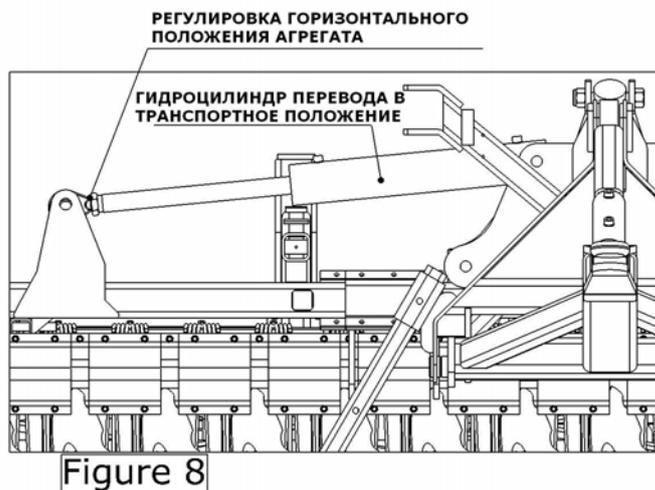
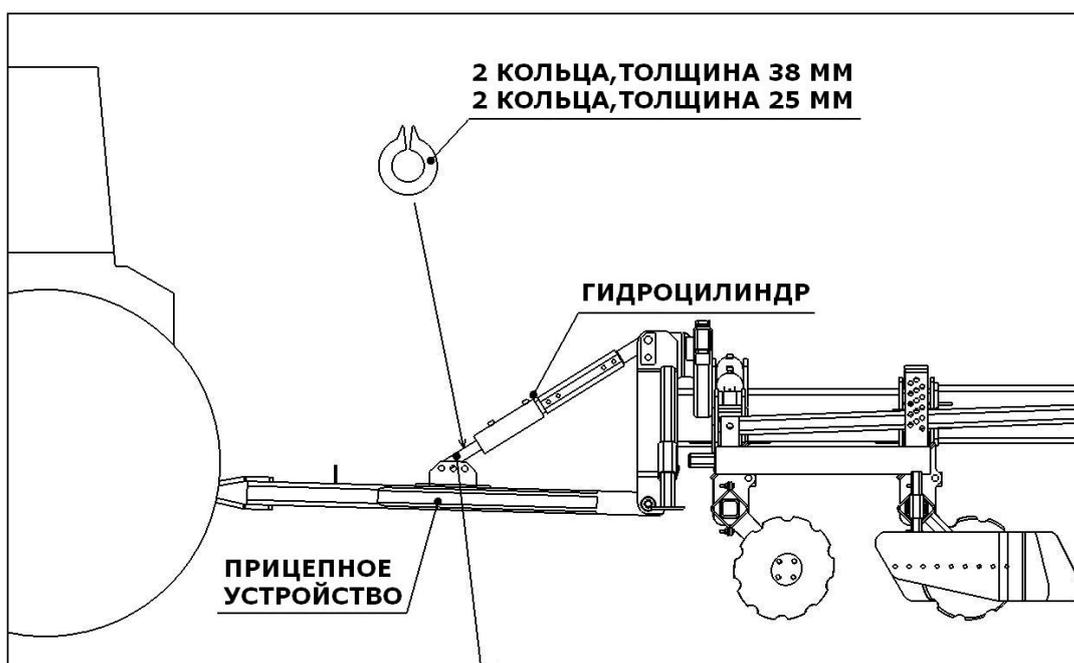

Figure 8
Figure 7
Смонтировать дефлектор (рис.6) при помощи штыря (рис. 7).
Смонтировать дефлектор (рис.8) при помощи штыря (рис. 7).
8.3. РЕГУЛИРОВКА ГИДРОЦИЛИНДРА ПРИЦЕПНОГО УСТРОЙСТВА (РИС. 7) АГРЕГАТА С ТЕЛЕЖКОЙ ДЛЯ ТРАНСПОРТНОГО ПОЛОЖЕНИЯ (опция).